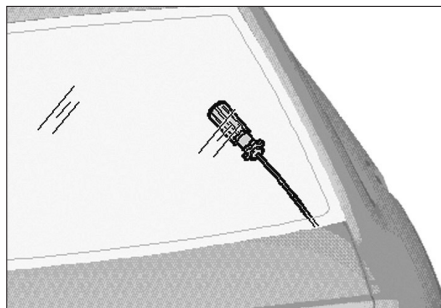

FIG. 4
- Introduire l'alène à travers l'enduit d'étanchéité adhésif dans l'arrondi inférieur de la glace, jusqu'à ce que le chas de l'alène soit visible de l'extérieur (Fig.4).